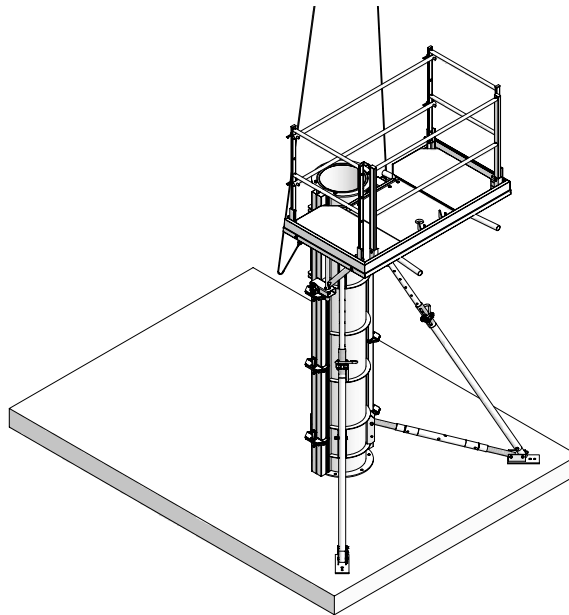

Abb. 15.1
1. Ein 2er-Krangehänge in die nicht abgestützte Halbschale einhängen und spannen. Dann alle Mammut-Schalschlösser entfernen (Abb. 15.1).